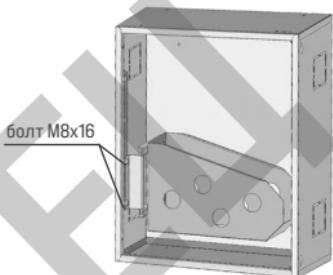

Рисунок 7
4) Закрепить кассету 3 в корпусе при помощи двух болтов M8x16 (рисунок 7)